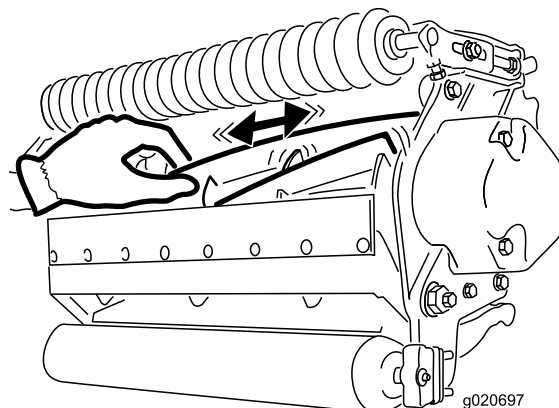

Figura 24
2. Utilizzando uno straccio o un guanto ben imbottito, bloccate la lama del cilindro e tentate di spostare il gruppo cilindro da lato a lato (Figura 24).